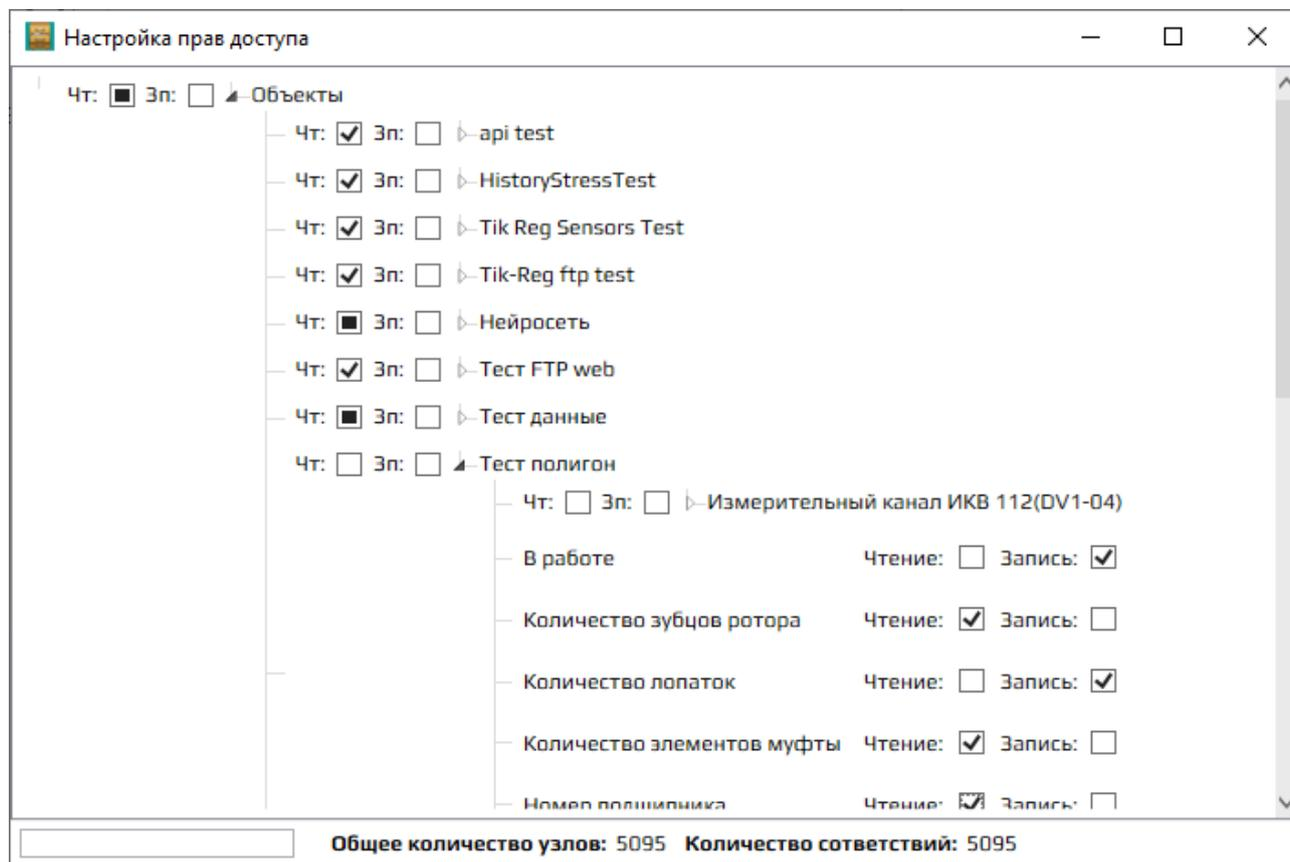

Рисунок 9.3 – Окно настройки прав доступа
*Параметры-Права доступа.* При этом откроется окно настройки прав доступа (Рисунок 9.3).